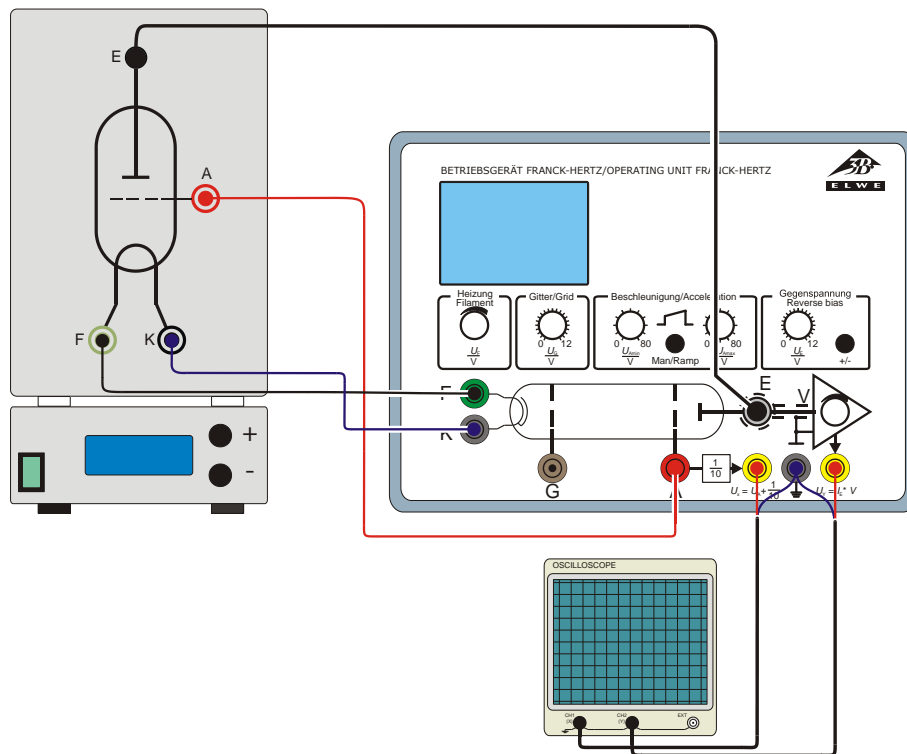

Fig. 1 Struttura sperimentale tubo Franck-Hertz riempito con mercurio
- Collegare tra loro gli ingressi e/o le uscite "A", "F" e "K" (vedere fig. 1).